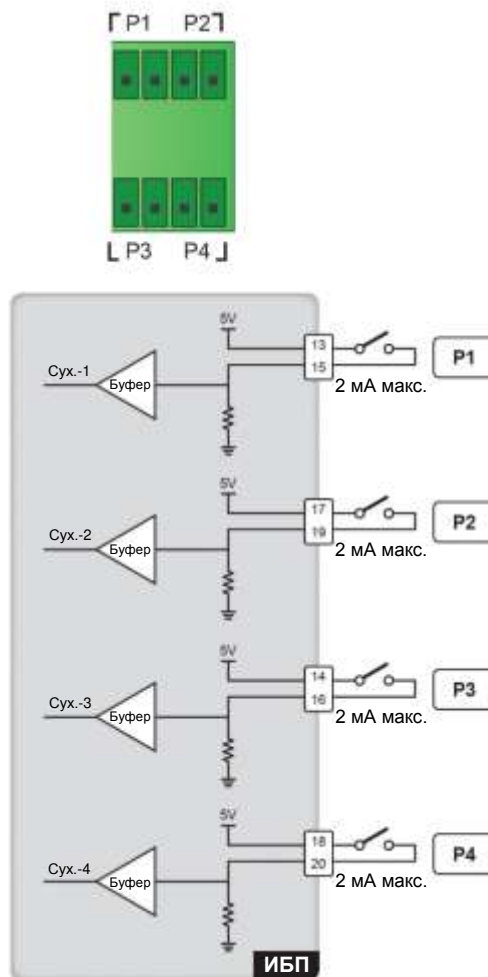

Рисунок 4-10: Схема входных сухих контактов
В комплекте есть четыре набора программируемых входных сухих контактов (см. **Рисунок 4-10**). Используйте сенсорную панель для настройки каждого сухого контакта как нормально разомкнутого (NO) или нормально замкнутого (NC). Входные сухие контакты позволяют ИБП принимать внешние сигналы с периферийных устройств, на которые ИБП отвечает соответственно. Каждому входному сухому контакту можно назначить конкретное событие. Можно назначить четыре события, исходя из области применения ИБП. Для изучения инструкций по настройке, свяжитесь с местным дилером и обратитесь к п. **7.10.6 Настройка сухих контактов**. Для информации о таких четырех событиях см. таблицу ниже.